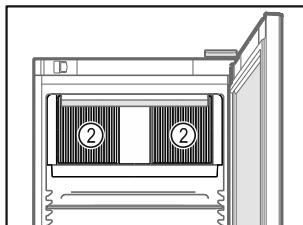

Fig. 31
- Cirkulācijas gaisa ventilatora ventilācijas spraugas Fig. 31 (2) iekšējā nodalījumā turiet brīvas.